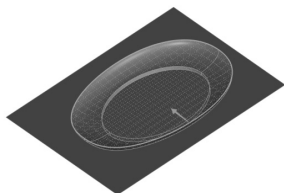
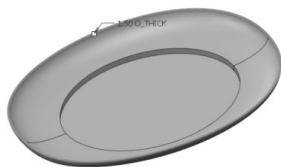

图 8-61 底座曲面合并/实体化
图 8-62 底座抽壳
(3) 参照步骤 3 (3) (4) 合并/实体化底座曲面，如图 8-61 所示，对实体化后的模型进行抽壳处理，厚度为 1.5。完成薄壳底座零件的创建，如图 8-62 所示。